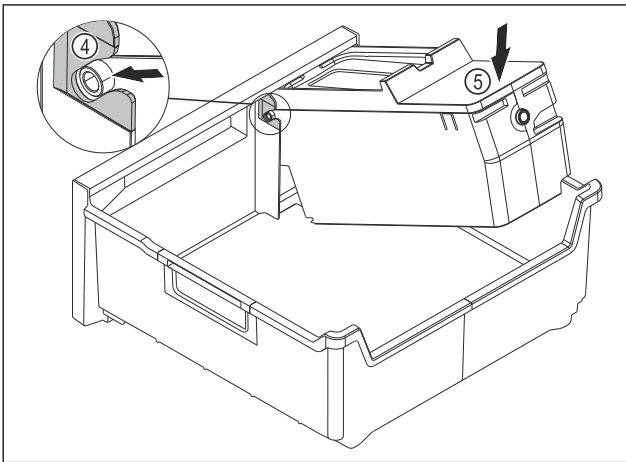

Fig. 78
- ▶ Встановіть корпус EasyTwist-Ice: Вставте осі корпусу EasyTwist-Ice в напрямні Fig. 78 (4).
- ▶ Натисніть на корпус EasyTwist-Ice Fig. 78 (5) ззаду вниз.